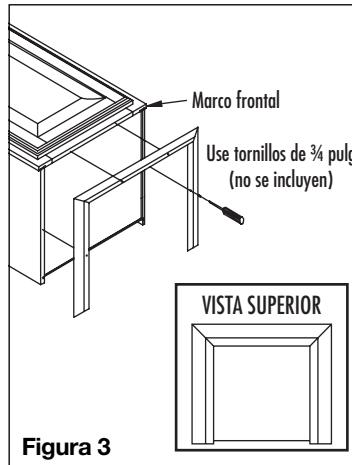

Figura 3
- Si usa tornillos para madera, perfore previamente un orificio guía mediante la moldura en el marco frontal con una broca para taladro de 1/8 pulg y, a continuación, fije la corona al gabinete (figura 3).